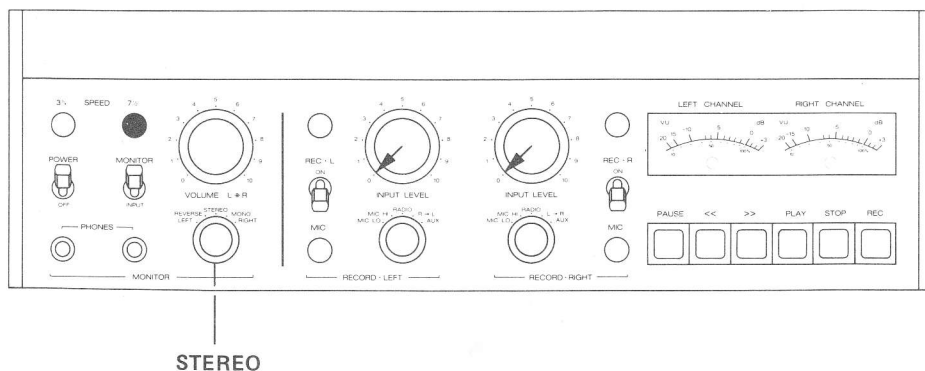

Fig. 6.4.-5
- Connect audio generator to both AUX INPUTs (48) in parallel.
- Connect audio millivoltmeter to OUTPUT (51).
- Effectuez les commutations selon la fig. 6.4.-3.
- Raccordez un générateur BF aux entrées AUX INPUT (48).
- Branchez un millivoltmètre à la sortie OUTPUT (51).
- Bedienungselemente nach Fig. 6.4.-5 einstellen.
- NF-Millivoltmeter an Ausgang (51) OUTPUT L anschliessen.
- Wiedergabetaste PLAY drücken und an Justierschraube (P) auf Ausgangsspannungs-Maximum einstellen.